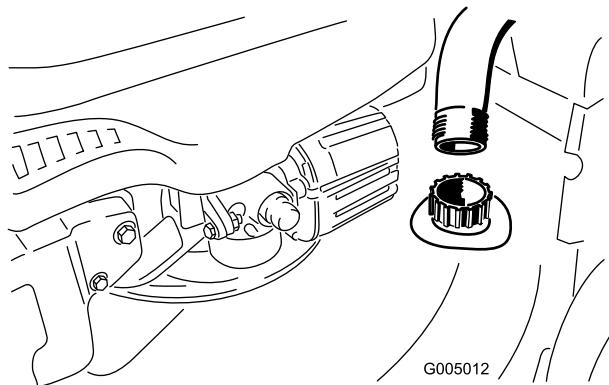

Figure 42
3. Branchez un tuyau d'arrosage relié à l'alimentation en eau au raccord de lavage du carter du plateau de coupe (Figure 42).